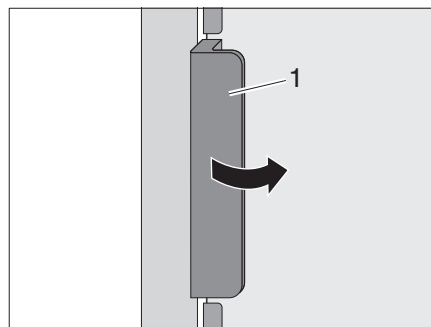
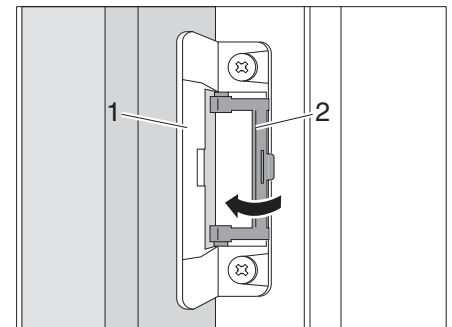

Bild 108 Kühlschranktür öffnen
Bild 109 Lüftungsstellung arretieren
- Kühlschranktür am Griff (Bild 108,1) öffnen. Die Verriegelung (Bild 109,1) wird automatisch gelöst.
- Arretierung (Bild 109,2) aufklappen.